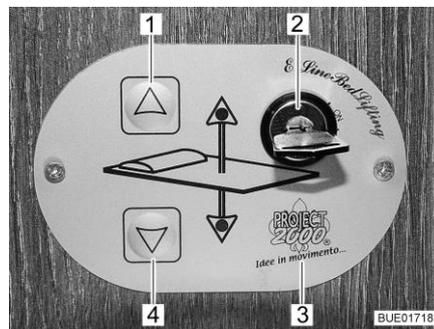

Bild 141 Bedienteil
Mit den Tasten (Bild 141,1 und 4) auf dem Bedienteil (Bild 141,3) wird das Hubbett abgesenkt oder angehoben. Mit dem Schlüsselschalter (Bild 141,2) wird das Bedienteil gegen unbefugte Benutzung gesichert.
- Schlüssel im Schlüsselschalter (Bild 141,2) um 90° im Uhrzeigersinn auf Stellung "On" drehen. Das Bedienteil (Bild 141,3) ist aktiviert.
- Pfeiltaste (Bild 141,4) drücken und so lange gedrückt halten, bis das Hubbett in die gewünschte Position nach unten gefahren ist.
- Pfeiltaste (Bild 141,1) drücken und so lange gedrückt halten, bis das Hubbett in die Endstellung nach oben gefahren ist.
Wenn sich das Hubbett mit den Pfeiltasten (Bild 141,1 und 4) nicht mehr bewegen lässt, zuerst die Sicherungen prüfen (siehe Abschnitt 9.12.1). Wenn die Sicherungen in Ordnung sind und sich das Hubbett trotzdem nicht bewegen lässt, kann das Hubbett manuell bedient werden.